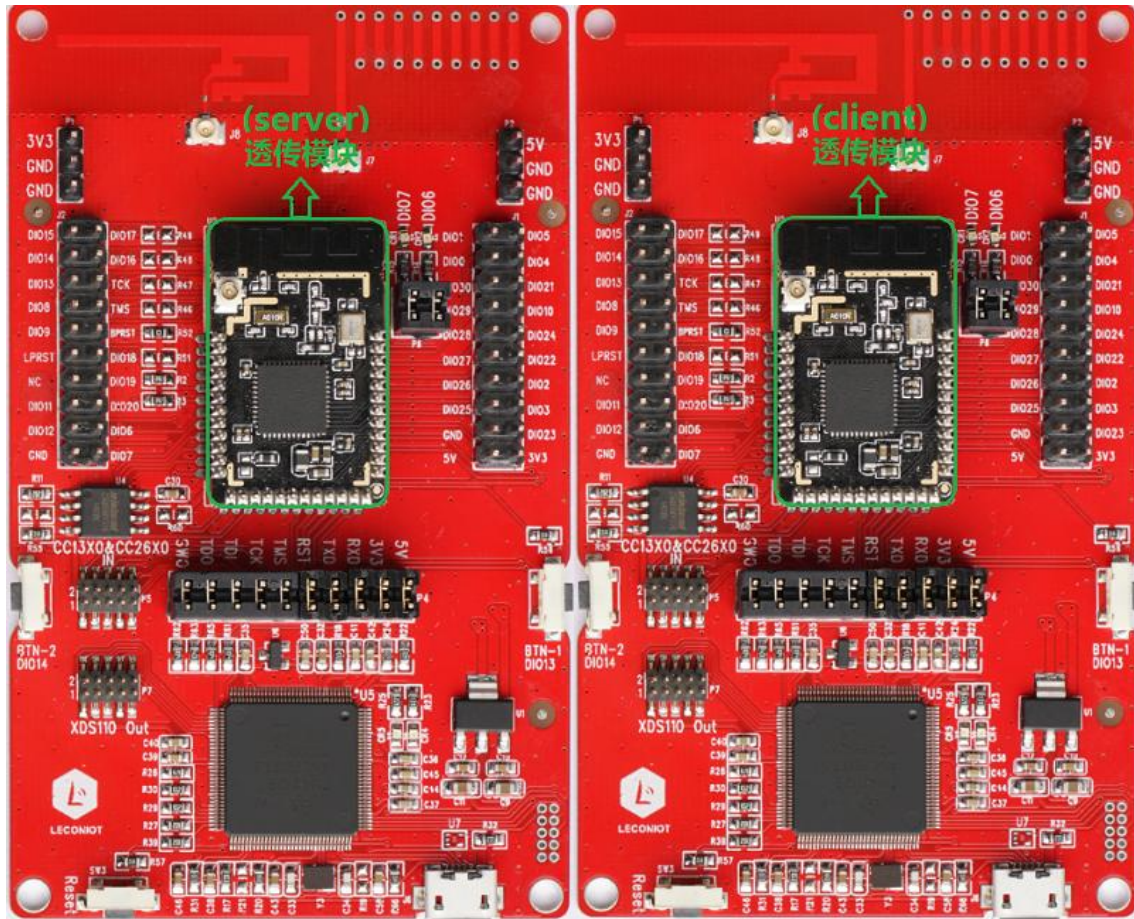

图 15 服务端与客户端
- 步骤 1：将透传模块分别搭载到 CC13X0/CC26X0 Evaluation Board 上，如图 15 所示：